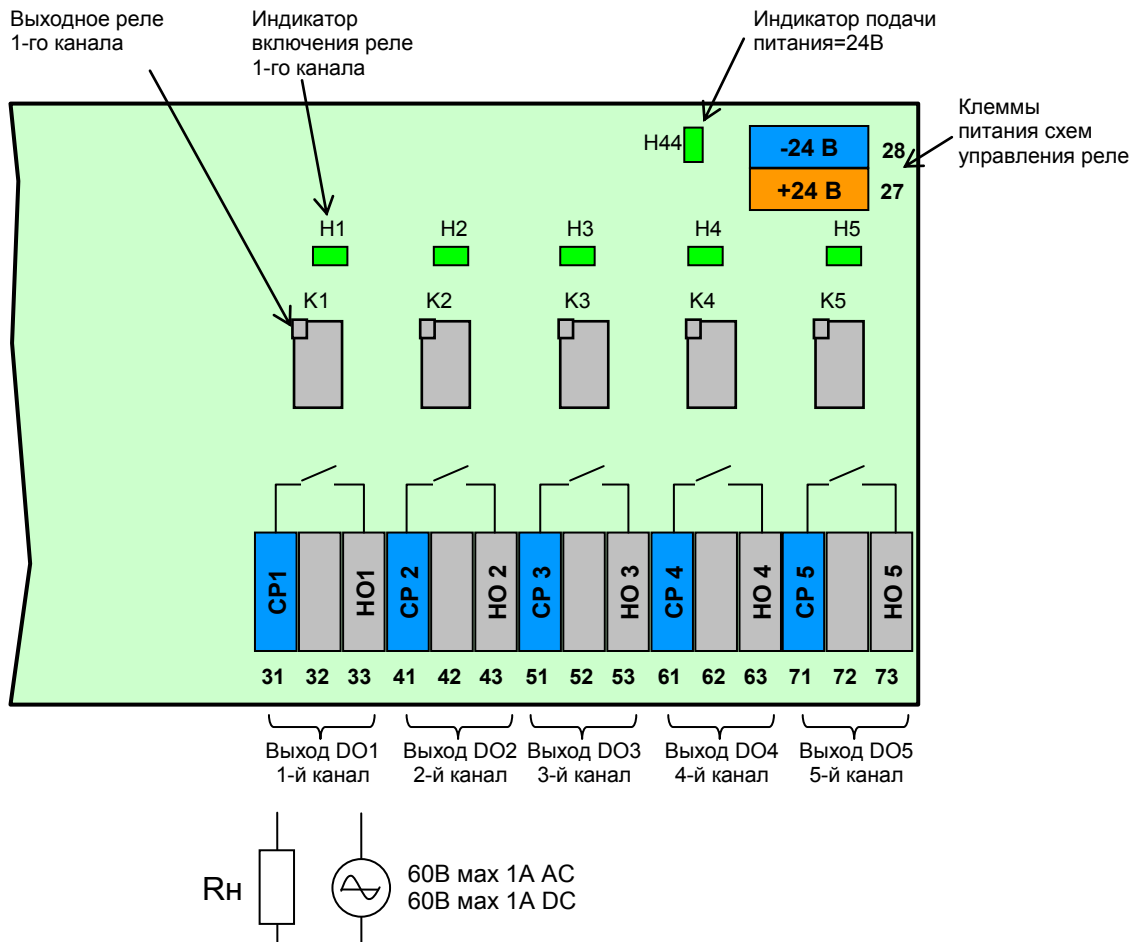

Рисунок 10.8 - Подключение дискретных выходов с помощью клеммно-блочного соединителя КБЗ-29К-01
10.3.4.2 Подключение дискретных выходов с помощью клеммно-блочного соединителя КБЗ-29К-01 представлено на рис. 10.8.